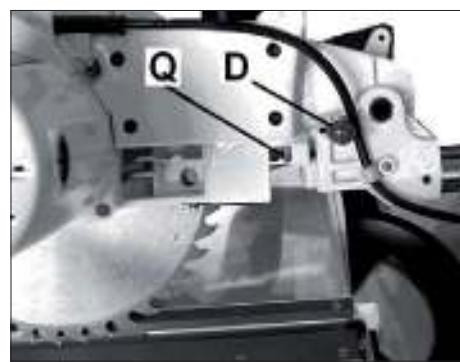

Рис. 2
- Аби розблокувати голову пилки, витягніть фіксатор (D, Рис. 2) голови пилки. Голова пилки повільно піднімається додори.
- Закрутіть блокувальну рукоятку (Р, Рис. 2), за допомогою ручки повільно опустіть голову пилки.
- Послабте блокувальну рукоятку (L, Рис. 2).
- Відсуньте кожух пилляльного диску (Р, Рис.2), за допомогою ручки повільно опустіть голову пилки.